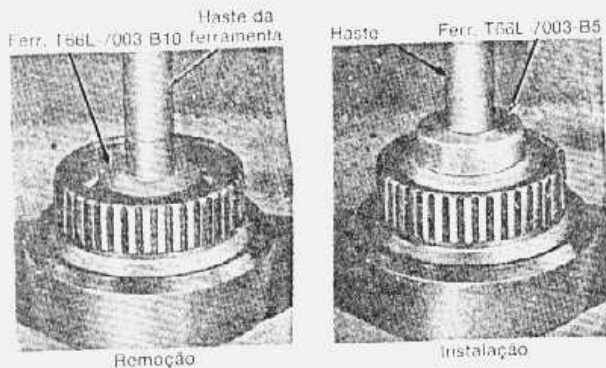

fig. 84 — substituição da bucha do cubo da embreagem de marchas para frente
3. Retirar a bucha do cubo de embreagem conforme ilustrado na fig. 84.
1. Instalar no cubo de embreagem uma bucha nova, conforme mostrado pela fig. 84.